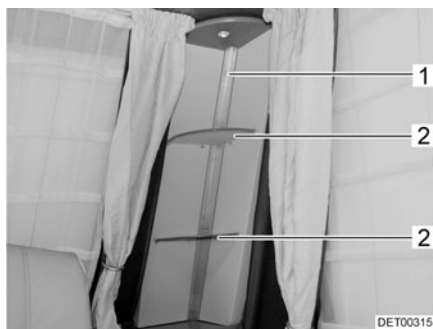

Fig. 186 Columna luminosa
- Quitar las repisas (Fig. 186,2).
- Apretar el vidrio de la lámpara (Fig. 186,1) levemente y retirarlo.